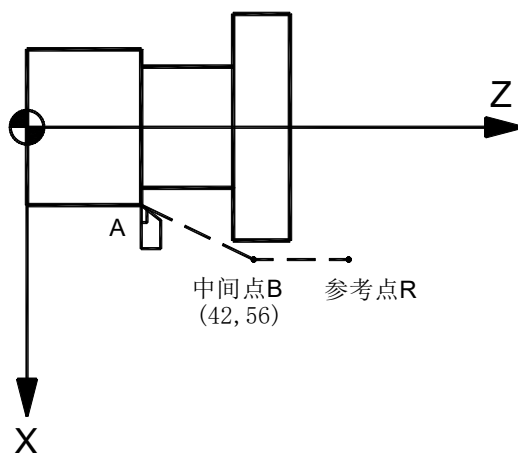

图 2-11
- (1) 通过系统参数#0302开放各轴回零功能;
- (2) 以快速回零速度由系统参数#0311设定从当前位置定位到指令轴的中间点位置 (A 点—B 点), 如图 2-11;
- (3) 执行回机械零点动作 (B 点—R 点);
- (4) 回零动作执行完成后, NC 会清除 G50 和机床清除操作产生的坐标偏置;